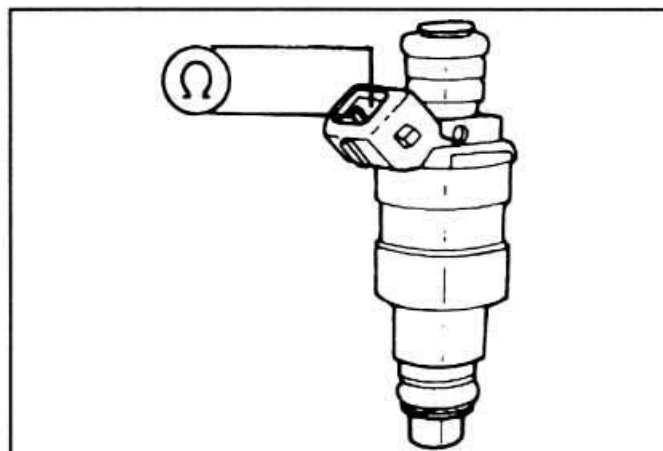

Рис. 1-40. Проверка сопротивления обмотки форсунки
- Поочередно отсоединяя колодки от форсунок и присоединяя к выводам форсунок омметр (рис. 1-40), проверить сопротивление обмоток форсунок, которое должно быть в пределах 15-17 Ом.